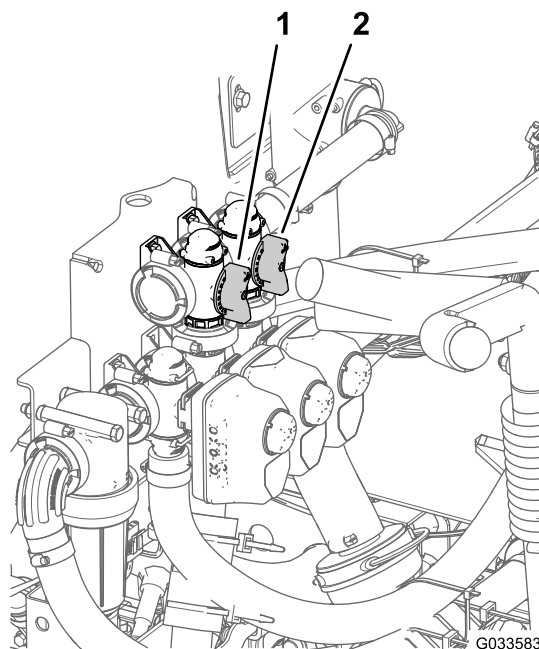

Figura 72
11. Ajuste a válvula de derivação de agitação (**Figura 72**) na parte posterior da válvula de agitação até que a pressão indicada no medidor seja 6,9 bar.
8. Ajuste o manípulo de derivação principal das secções para controlar a quantidade de agitação que ocorre no depósito (Figura 72)